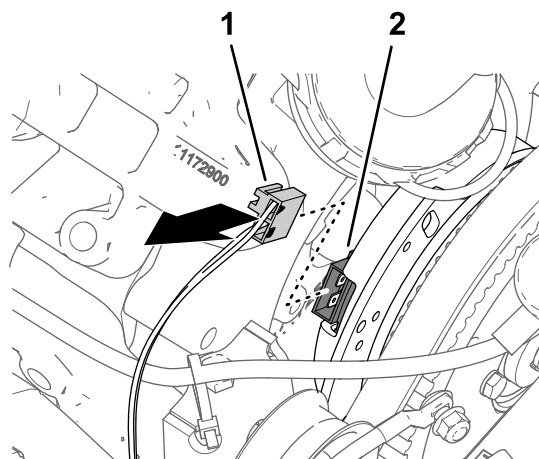

図 166
1. 車両用ワイヤハーネスのうち、SPRAY PUMP COIL というラベルのついた 2 ソケットコネクタを、オルタネータの 2 ピンコネクタから外す 図 166。